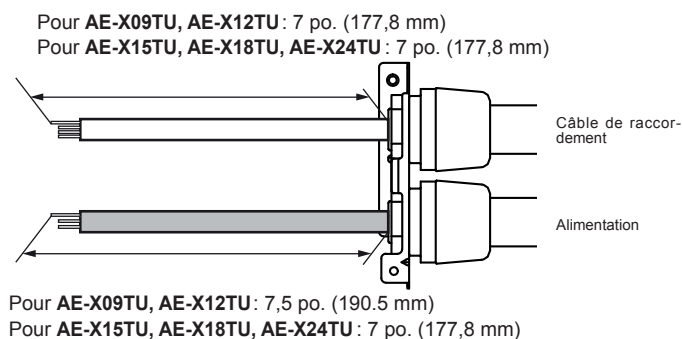

Fig. 2
- Pour connecter le câble de connexion correctement, veuillez vous référer à la figure pour la bonne longueur. Fig.2